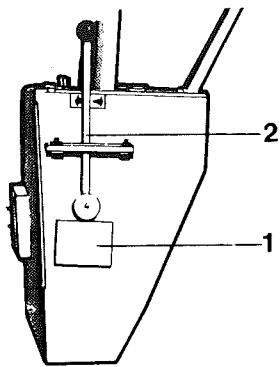
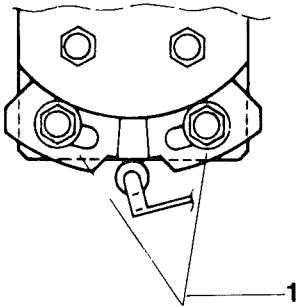

Fig. 17a Bastidor de dirección, lado derecho
Fig. 17b
El ajuste para la conexión de las vibraciones a diferentes velocidades de marcha puede modificarse después de quitar la tapa (1), fig. 17a, y se han modificado los talones de ajuste (1) fig. 17b.